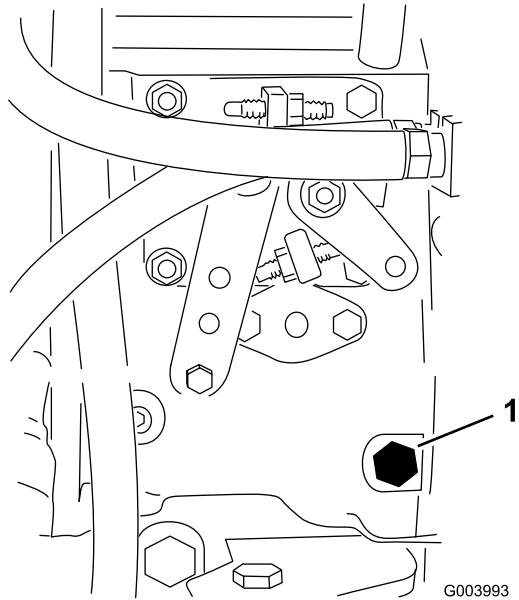

図 20
- 12mmのレンチを使って、燃料噴射ポンプ図 20についているエア抜きねじを開く。